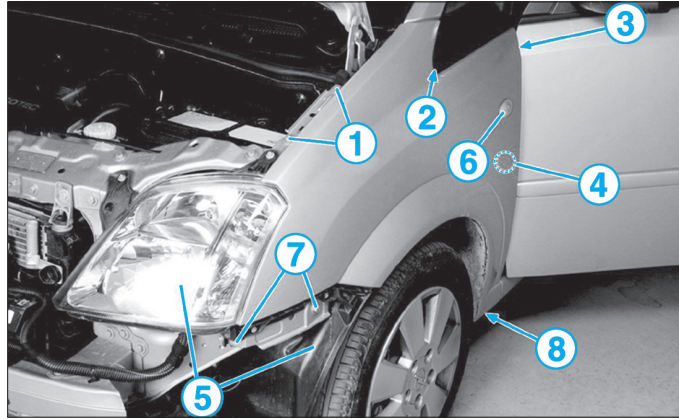

FIG. 45
- le projecteur et le pare-boue (5) (Fig.45).
- le répéteur de clignotant (6).
- les vis de fixation (7) et (8).
- la vis (4) et (2) depuis le passage de roue.
- la vis (3) accessible depuis l'ouverture de la porte.
- Les vis supérieures (1).